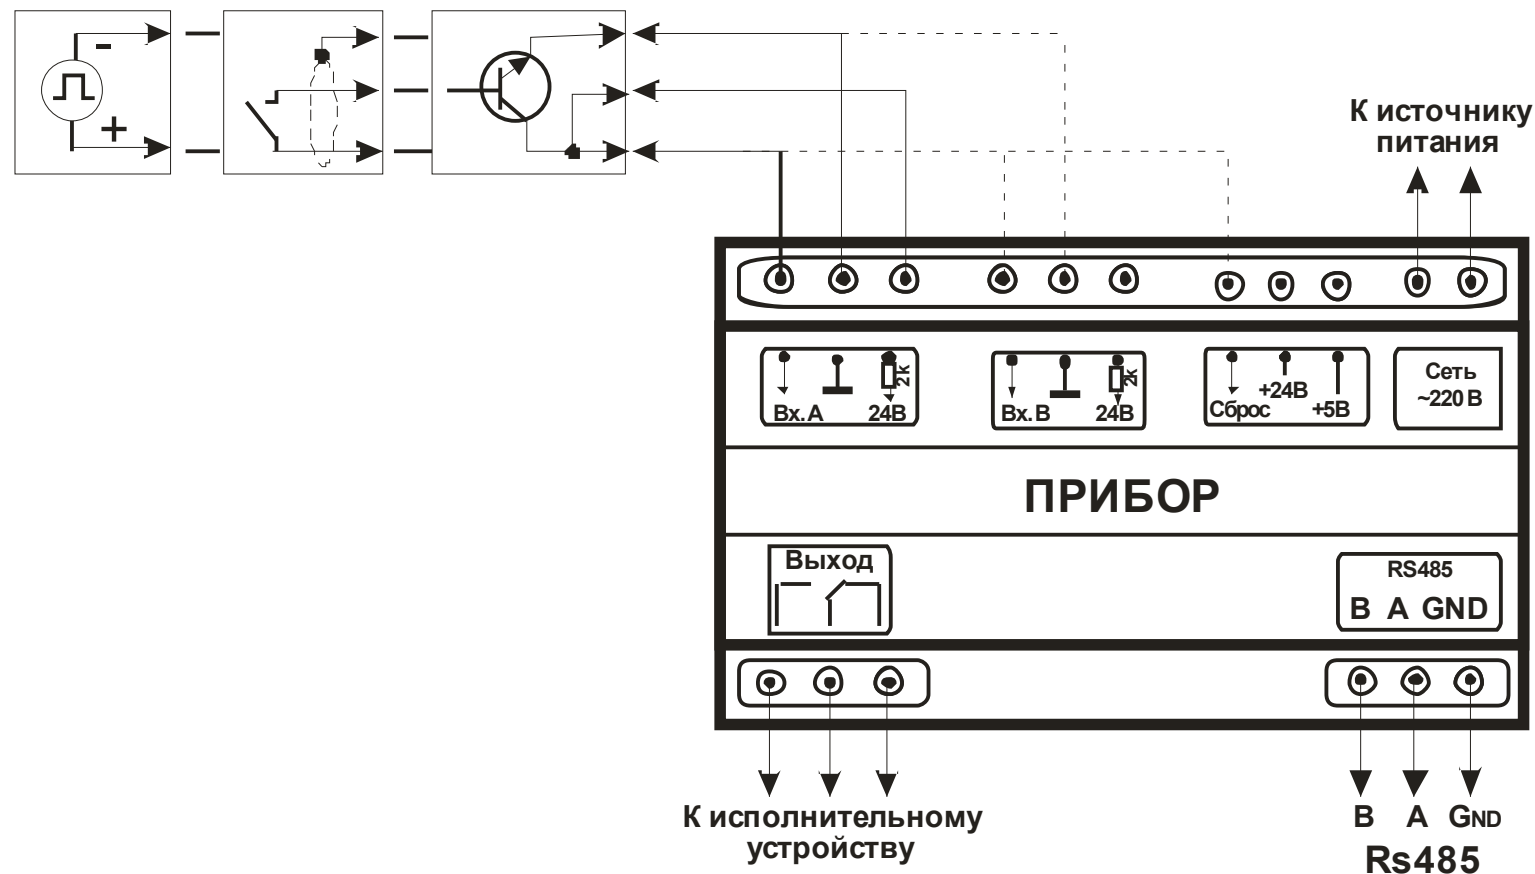

Рисунок 8.1 – Схема подключения входного датчика, источника питания и исполнительных устройств
8.3 Произведите подключение входного датчика с учетом расположения клеммников на задней панели прибора (см. рисунок 8.1).
8.4 Подключите прибор к источнику питания и исполнительному устройству (см. рисунок 8.1).